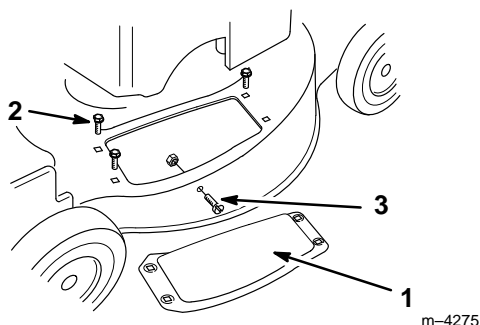

Figure 36
3. Retirer les trois boulons de fixation de la plaque d'éjection au carter de tondeuse (Fig. 36). Conserver soigneusement la plaque et les boulons pour un remontage ultérieur éventuel.
4. Retirer la vis et l'écrou se trouvant sur le côté du carter de tondeuse (Fig. 36). Les conserver pour les utiliser tout à l'heure.